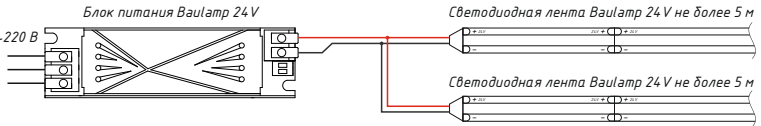
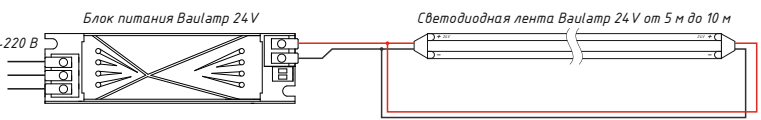

Рисунок 7 – Варианты подключения.
Рисунок 8 – Варианты подключения.
5.8. Если необходимо подключить более 5 метров ленты, то необходимо выполнить параллельное подключение дополнительной ленты к блоку питания (см. рисунок 7). Либо подключите ленту с двух сторон к блоку питания («кольцевание») (см. Рисунок 8).